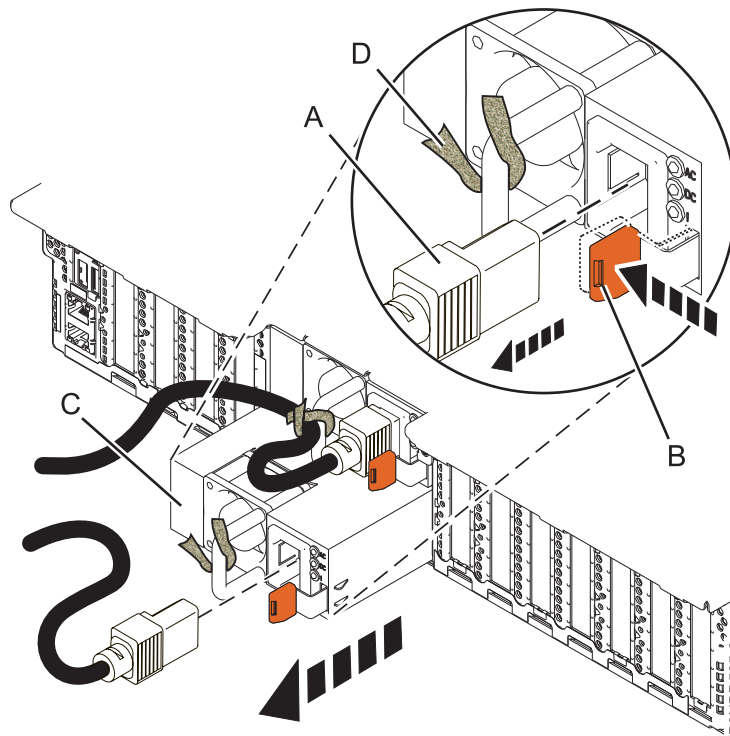

Figura 4. Extracción de una fuente de alimentación del sistema
3. Etiquete y desconecte el cable de alimentación de la fuente de alimentación tirando del extremo del cable de alimentación (A) sacándolo de la fuente de alimentación en la dirección que se muestra en Figura 4 en la página 6.
4. Para desencajar la fuente de alimentación de su posición en el sistema, presione la pestaña de bloqueo de color terracota (**B**) en la dirección que se muestra en Figura 4.
6. Tire de la fuente de alimentación (**C**) para extraerla del sistema, como se muestra en Figura 4.